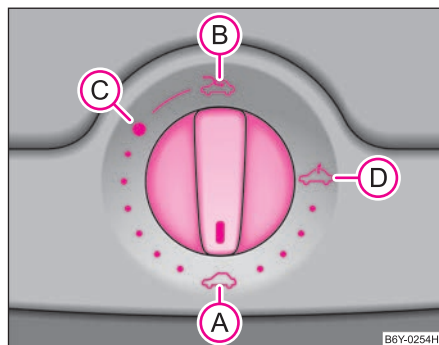

Fig. 32 Conmutador giratorio para el techo corredizo/elevable eléctrico
El techo corredizo/elevable se maneja con el conmutador giratorio ⇒ fig. 32 y sólo funciona estando conectado el encendido. El conmutador giratorio tiene varias posiciones de enclavamiento.
- Gire el conmutador a la posición (C) ⇒ fig. 32.
- Gire el conmutador a la posición (A) ⇒ página 56, fig. 32.
El techo corredizo/elevable está equipado con una protección contra sobrecarga. El techo corredizo/elevable se detiene y retrocede algunos centímetros en caso de que un obstáculo (p. ej., hielo) no lo deje cerrar. Puede cerrar por completo el techo corredizo/elevable sin protección contra sobrecarga, pulsando el interruptor en la posición (A) ⇒ página 56, fig. 32 delantera hasta que el techo corredizo/elevable esté completamente cerrado ⇒ .
Tras cada accionamiento de emergencia (con la manivela) se debe colocar el techo corredizo/elevable en la posición básica. Por ello, se deberá presionar delante el conmutador giratorio a la posición **A** ⇒ página 56, fig. 32 durante unos 10 segundos. ■